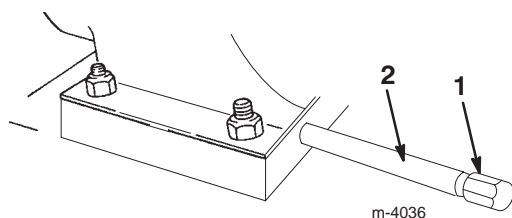

Figure 36
3. Nettoyez la surface autour du bouchon de vidange d'huile (Fig. 36).